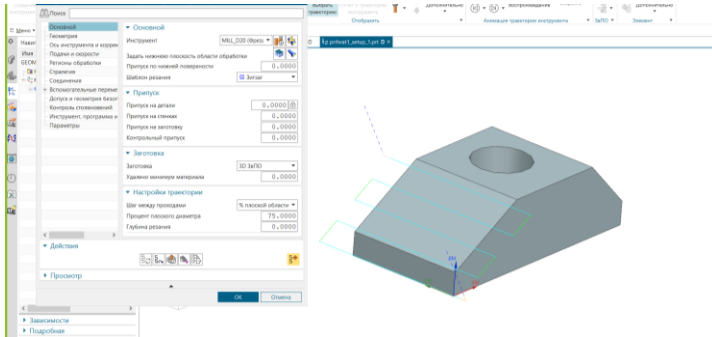

Рисунок 13 – Результат виконання
13. Скопіюйте операцію. Перевизначте грань в новій операції, вказавши похилу грань, і згенеруйте операцію. Інструмент буде встановлений по нормалі до грані, і траєкторія створена (рис. 12). Спеціально задавати орієнтацію інструменту не довелося, оскільки за умовчанням орієнтація інструменту задається Нормально першій грані. Інші значення параметра показані на рис. 13.